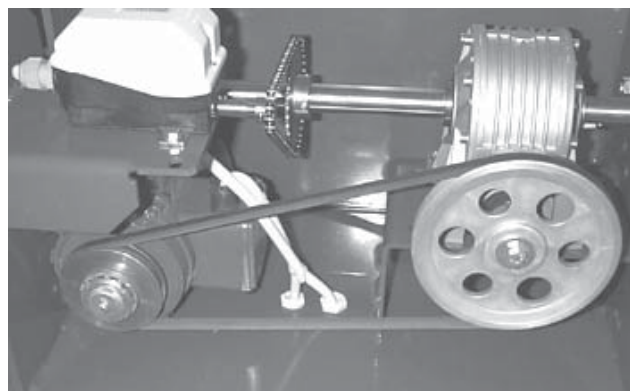

Fig. 18
- Lubricate the chain internally using synthetic oil (fig. 18).
- Die Kette mit synthetischem Цш (Abb. 18) schmieren.
- Смажьте снаружи цепь, используя синтетическое масло (рис. 18).
- Lubrificate internamente la catena utilizzando olio sintetico (fig 18).